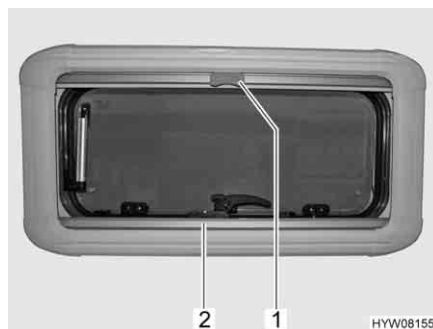

Fig. 41 Finestra apribile
- Afferrare la tendina oscurante pieghevole (Fig. 41,2) per la parte centrale della barra di presa, tirarla dal basso verso l'alto e rilasciarla nella posizione desiderata. La tendina oscurante pieghevole rimane in questa posizione.
- Tirare la zanzariera a rullo per la maniglia (Fig. 41,1) verso il basso fino a quando non si trova in contatto con la tendina oscurante pieghevole (Fig. 41,2).
- Premere la maniglia (Fig. 41,1) della zanzariera a rullo.